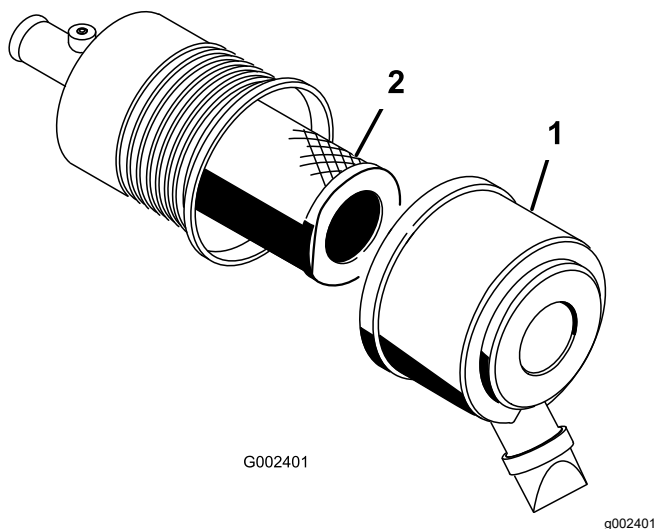

Figure 84
1. Déverrouillez le filtre à air et détachez le couvercle du boîtier du filtre (Figure 84).
3. Sortez l'élément filtrant du boîtier du filtre à air avec précaution (Figure 84).
5. Insérez le filtre sur le tube du boîtier avec précaution (Figure 84).
6. Reposez le couvercle du filtre à air, le côté en haut, et verrouillez-le (Figure 84).